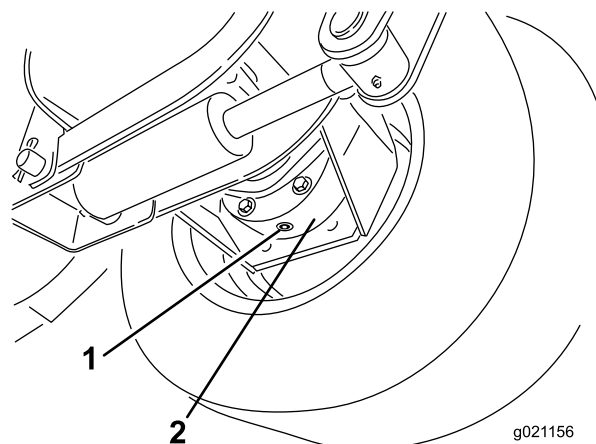

図 74
3. ブレーキハウジングの下に容器を置き、プラグを外してオイルを抜く 図 74。